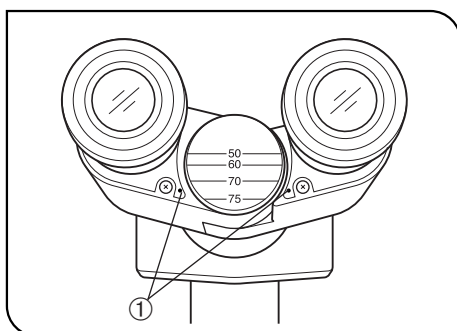

Fig. 9
Ajuste de forma a que os dois pontos do indicador • ① fiquem na horizontal. (Fig. 9)
Se a distância interpupilar não for 50, 60, 70 e 75, ajuste de forma a que a linha que liga os dois pontos do indicador fique paralela às linhas horizontais no pivô. (fig. 9)